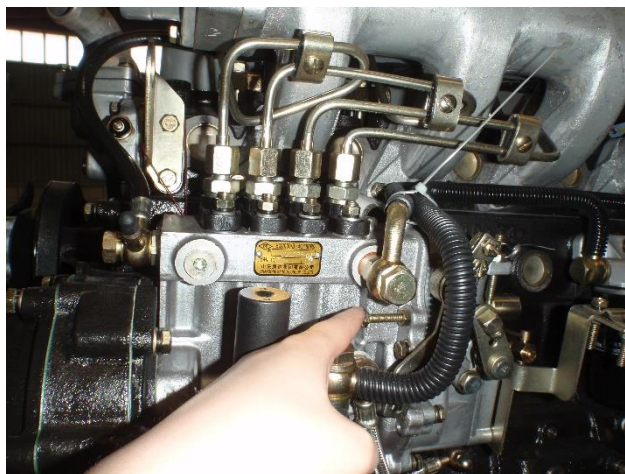

Рис. 1-2
(2) Проверьте, нет ли утечки воздуха, используя регулировочную рейку для регулировки разрежения масляного насоса высокого давления, как показано на рис. 1-2.
(3) Регулировка предела дымности осуществляется с помощью регулировочного винта для определения предела дымности, при этом операторы должны помнить о том, что не следует проводить такую регулировку для импортных двигателей в нормальных условиях эксплуатации.